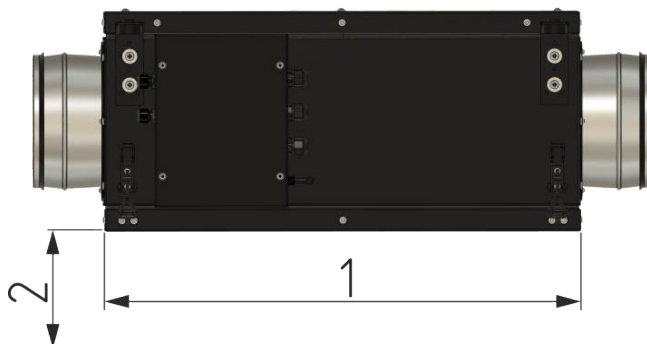

Рис. 2. Зона обслуживания
- Монтировать установку следует с учётом обеспечения доступа к ней для обслуживания (очистка устройства от возможных загрязнений, доступ к управляющей плате) (см. рис. 2. Зона обслуживания):